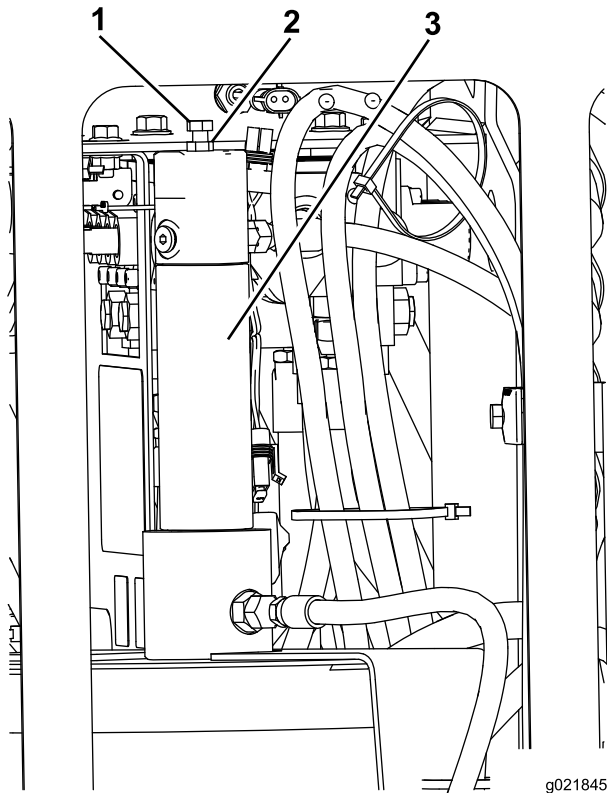

Figura 90
1. Solte a porca no parafuso de ajuste localizado na parte superior do pistão do aplicador de lubrificante (Figura 90).